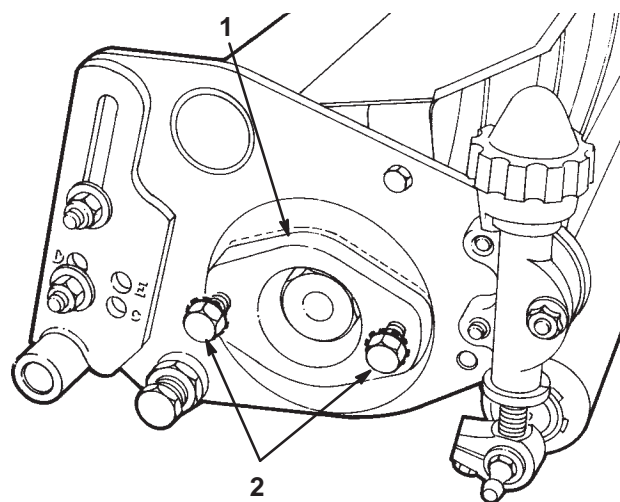

Bild 18
3. Entfernen Sie an beiden Enden des Mähwerks die Befestigungsschrauben aus dem Lagergehäuse (Bild 18).